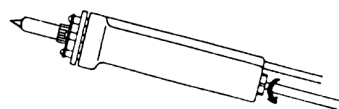

FIG. 8
1. Tenez le fer à souder comme montré dans la fig. 8. Pressez et dévissez le bouton rouge en bas de la manche du fer à souder.
2. Dirigez le fer à souder vers le ciel (voir fig. 8). Pressez et dévissez le bouton rouge en bas de la manche du fer à souder.